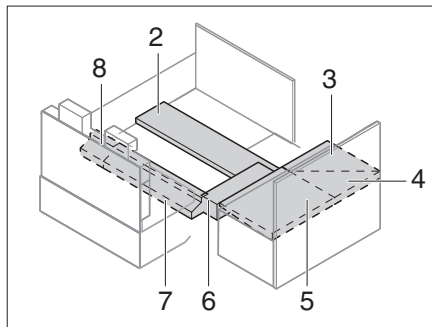

Fig. 234 Positionner le coussin supplémentaire
- Positionner le coussin supplémentaire (Fig. 234). Les coussins à insérer permettent d'obtenir l'espacement.